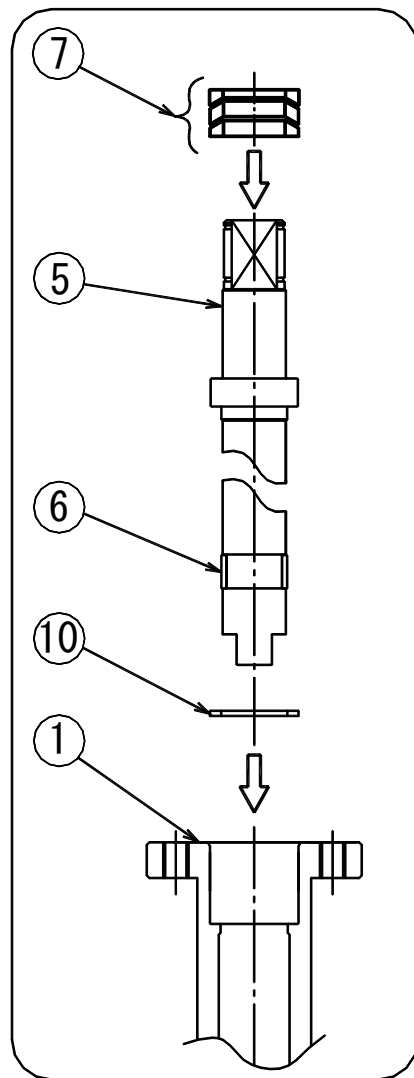

図 1
- 1) ボディ①の配管フランジを下に，グランド部を手前にして，垂直に置く。
- 2) ボディ①にスタッドボルト⑯のねじの切っていない部分をプライヤでつかみ十分にねじ込む。スタッドボルト⑯のねじ部の長さが異なる場合は，短い方をボディ①にねじ込んでください。
- 3) ボールシート④をボディ①およびボディキャップ②に装着する。
- 4) ボール③をボディ①側にボール穴がくるように装着する。
- 5) ステム⑤にスラストベアリング⑩を装着する。
- 6) ステム⑤にベアリング⑥を装着する。
- 7) ボール③を閉位置にし，ステム⑤をボディ①のグランド部に挿入し、
- ボール③溝部に装着する。
- 8) 図 1 を参照して，入れる方向を確認し，グランドパッキン⑦をステム⑤に装着する。
- 9) グランドキャップ⑧にグランドベアリング⑩を装着する。
- 10) 断面図を参照し，グランドキャップ⑧をキーロック穴を下側にして，ボディ①のグランド部に装着する。
- 11) ボルト・SW⑮ 2 本を片締めにならないように締め過ぎないように交互に締め付ける。